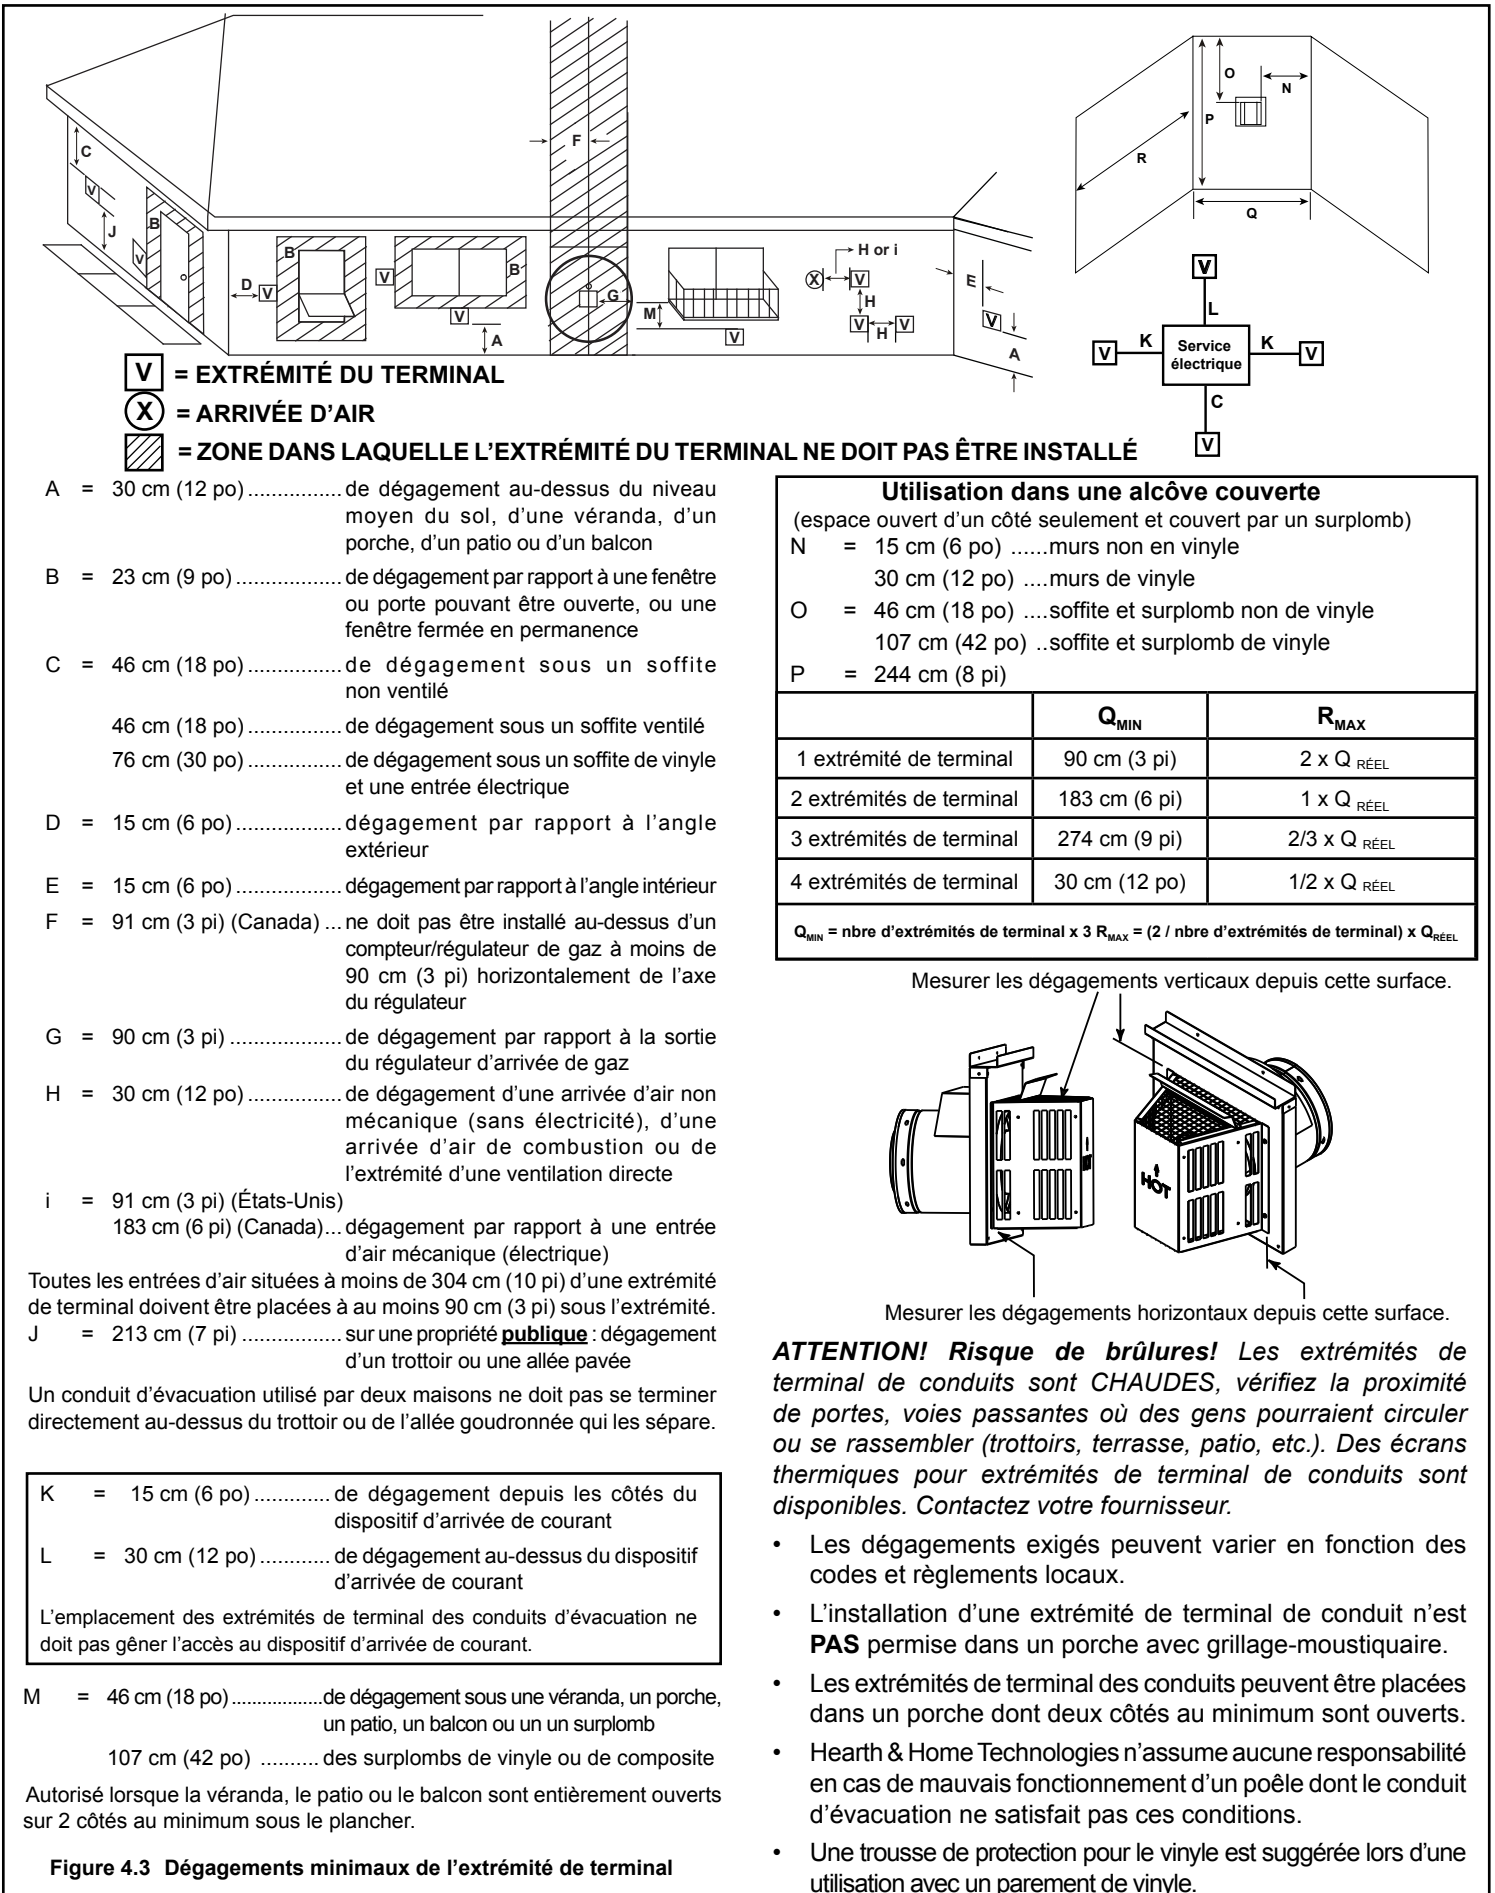

Figure 4.3 Dégagements minimaux de l'extrémité de terminal
- Les dégagements des extrémités de terminal horizontal sont mesurés par rapport à la face de montage extérieure (bride de l'extrémité de terminal). Voir la figure 4.3.